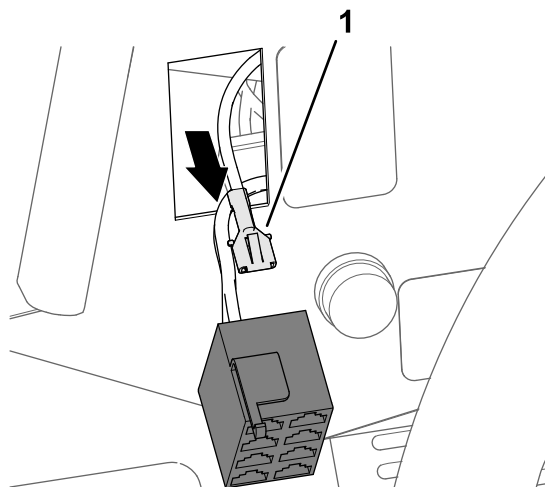

Bild 29
3. Fluchten Sie das Buchsenterminal am Ende des 108-cm-Zweigs des Kitkabelbaums, der mit ZU HEAD LIGHT SWITCH PIN 1 beschriftet ist, mit der Rückseite des 8-Buchsen-Steckers für den Scheinwerferschalter aus (Bild 29).